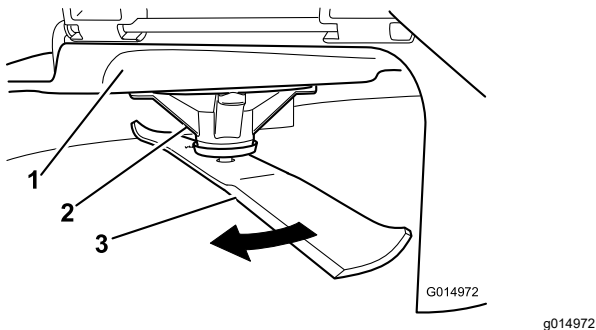

Bild 59
2. Tragen Sie dicke Handschuhe oder andere angemessene Handschuhe und drehen Sie das Messer langsam in eine Stellung, in der das Messen des Abstands zwischen der Schnittkante und der ebenen Fläche der Maschine möglich ist (Bild 59).